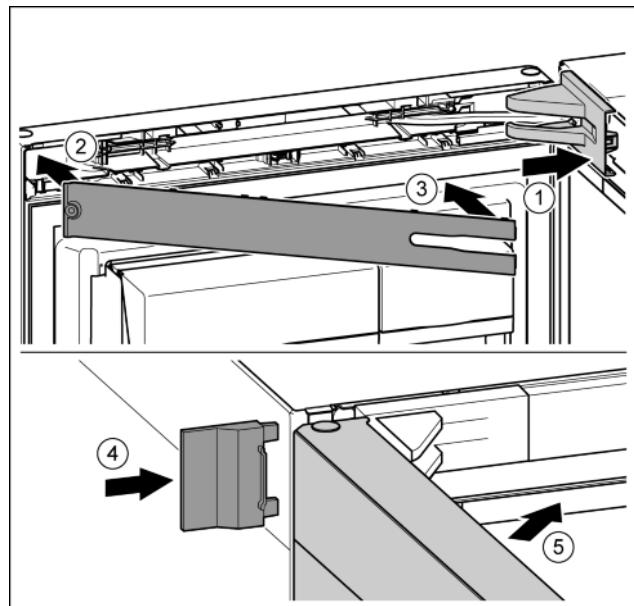

Fig. 43
- Крышку опорного кронштейна установить и зафиксировать, при необходимости, осторожно разжать. Fig. 43 (1)
- Установить накладку. Fig. 43 (2)
- Наклонить и защелкнуть накладку. Fig. 43 (3)
- Надвинуть внешнюю крышку. Fig. 43 (4)
- Закрыть верхнюю дверь. Fig. 43 (5)